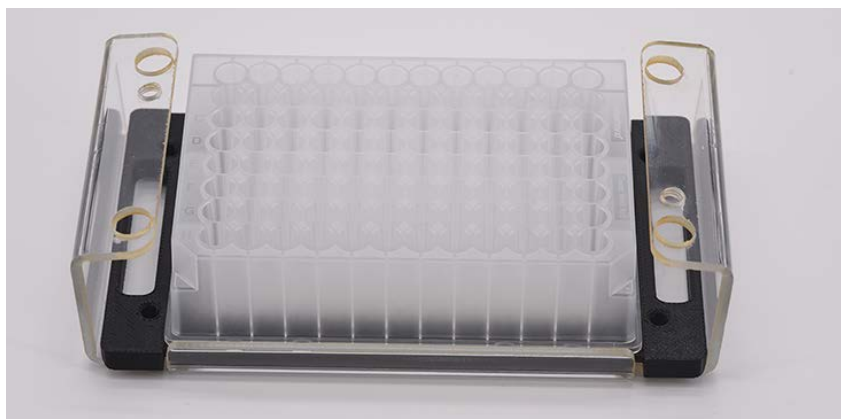

Abbildung 101 Array-Dockingstation mit Tray für 96-Wellplates
- 3 Setzen Sie ein Tray für tiefe 96-Wellplates (Agilent Teile-Nr. P60-20 oder Fisher Teile-Nr. 12-566-120) mit der Tray-Basis in die Array-Dockingstation ein (**Abbildung 101**).